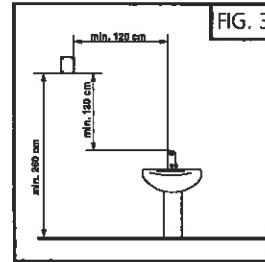

FIG. 3
- Le boîtier (27) de l'alimentateur (28) à colloquer sur la paroi, doit être installée à min. 120 cm de l'appareil et à min 260 cm du sol (voir FIGS. 3 et 4).